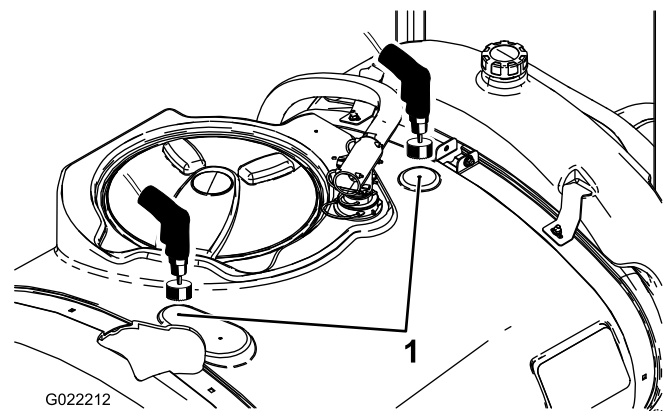

Figura 4
2. Localice las dos marcas de perforación en el depósito principal (Figura 4).